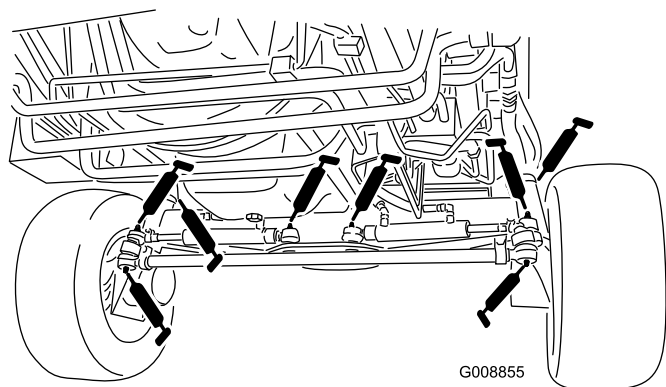

Figura 49
- 4 rótulas de cilindros de dirección (Figura 49)
- 2 rótulas de barras de acoplamiento (Figura 49)
- 2 casquillos de pivotes de dirección (Figura 49)